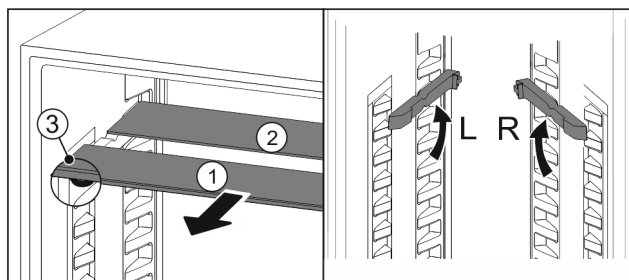

Fig. 34
- Træk glaspladerne ud enkeltvis fremad Fig. 34 (1).
- ▷ Glaspladen Fig. 34 (1) med pyntelisten ligger foran.
- ▷ Stoppe Fig. 34 (3) peger nedad.